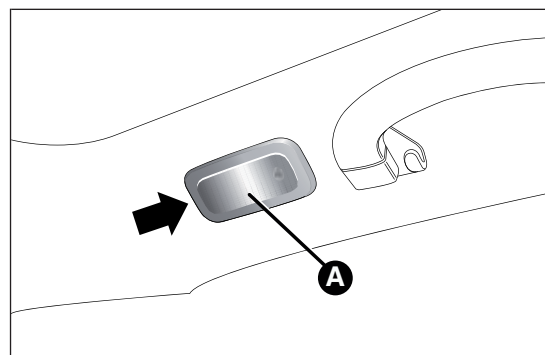

fig. 184
- intervenir sur le point indiqué par la flèche et enlever le plafonnier A fig. 184 ;
- remonter le plafonnier A fig. 184 en l'engageant dans sa position correcte d'abord d'un côté et ensuite en poussant sur l'autre côté jusqu'à entendre le déclic de blocage.